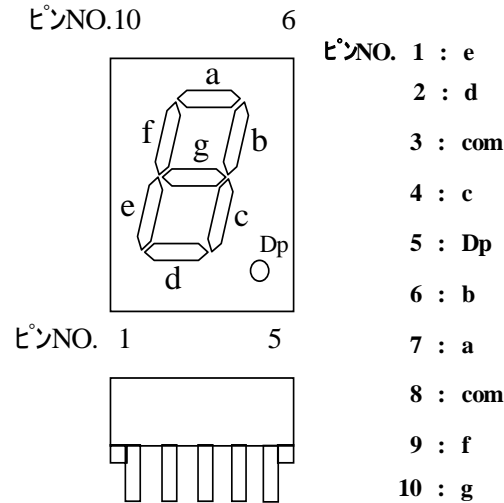

図 3-10
- (n) 発光表示器の構成は、図 3-10 に示すとおりである。